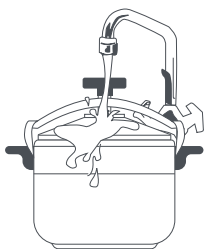

Fig. 12
Lorsque l'autocuiseur est dans l'évier, faites couler de l'eau froide sur le couvercle (1) incliné, afin qu'elle coule sur les côtés de l'autocuiseur, loin des systèmes de sécurité (Fig. 12).